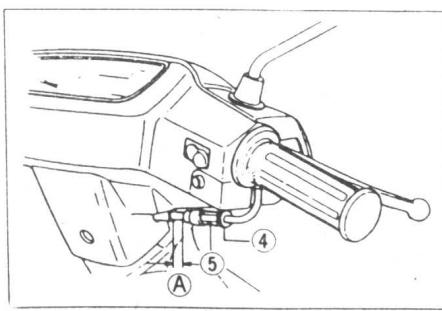

图 1-15
松下锁止螺母④并向内或外转动调节器⑤，直到获得规定的游隙Ⓐ为止。调整游隙后，固定锁止螺母，见图1-15。